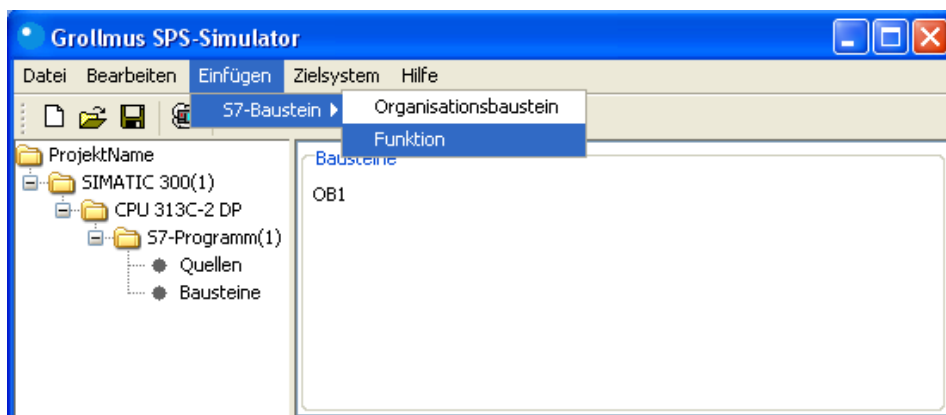

Abbildung 4: Anlegen einer Funktion über Menü
- Über das Menü (siehe Abbildung 4)